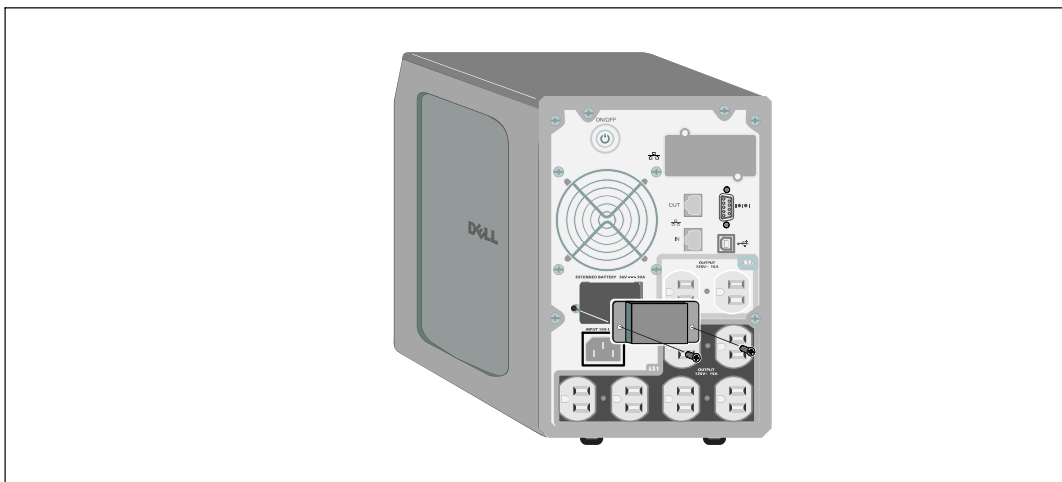

図 13. バッテリーコネクタカバーの取り外し方法
- 1 図 13に示すように、リヤパネルからバッテリーコネクタカバーを取り外します。カバーとネジを保管しておきます。